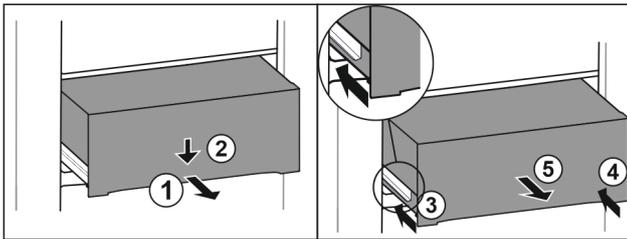

Fig. 91
- ▶ Schubfach halb herausziehen. Fig. 91 (1)
- ▶ Schubfach an der Vorderseite nach unten drücken. Fig. 91 (2)
- ▶ Linke Schiene etwa 2 cm einschieben. Fig. 91 (3)
- ▶ Rechte Schiene etwa 2 cm einschieben. Fig. 91 (4)
- ▶ Schubfach nach vorne entnehmen. Fig. 91 (5)